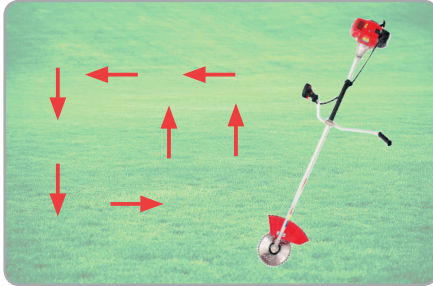

Fig.9
- Începeți să cosiți din punctul cel mai exterior al suprafeței, totodată alegeți-vă modul de cosit, puteți cosi spre dreapta sau stânga. Este recomandat să nu cosiți în ambele sensuri, deoarece riscați să calcați fânul cosit în sensul de întoarcere, conform (fig.9).